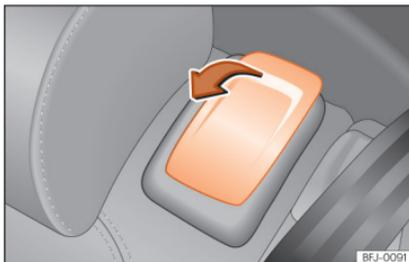

Fig. 112 Segunda fila de bancos: comandos da ajuda no acesso.
- Puxe o manípulo de desbloqueio no sentido da seta »»» Fig. 112.
- Puxe o manípulo »»» Fig. 112 e empurre o encosto do banco para atrás de forma a ficar em posição vertical. Todo o banco baixa »»» ⚠️.